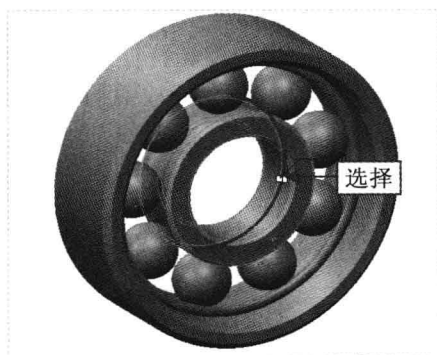

图 17-33 选择倒角边 2
Step 11 采用与上同样的方法，使用“边倒角”命令，弹出“边倒角”选项卡，按住【Ctrl】键的同时，在绘图区选择合适的倒角边，设置倒角距离 2，如图 17-33 所示。